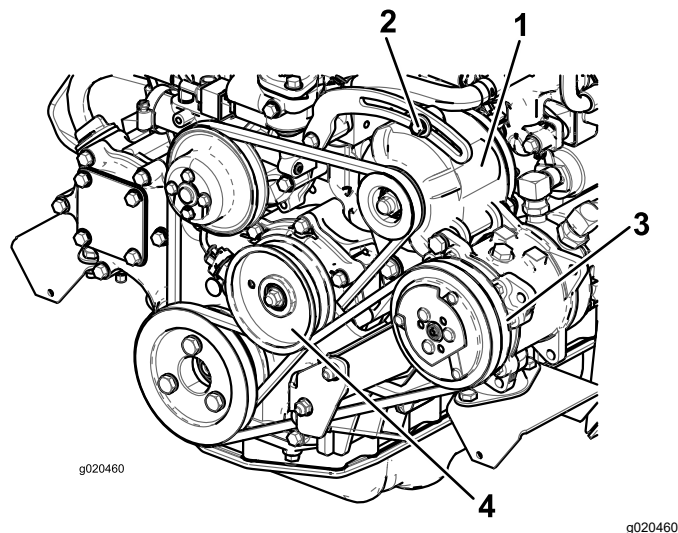

Figure 79
Si vous n'obtenez pas une flèche de 10 mm, desserrez les boulons de fixation de l'alternateur (Figure 79).
2. Si vous n'obtenez pas une flèche de 10 mm, desserrez le boulon de fixation de la poulie de tension (Figure 79).